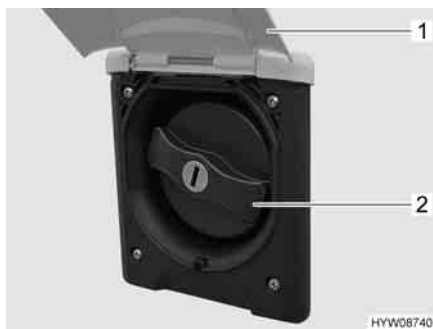

Fig. 160 Coperchio per bocchettone di riempimento dell'acqua potabile
- Sollevare lo sportello esterno (Fig. 160,1).
- Ruotare il coperchio blu (Fig. 160,2) di un quarto di giro.